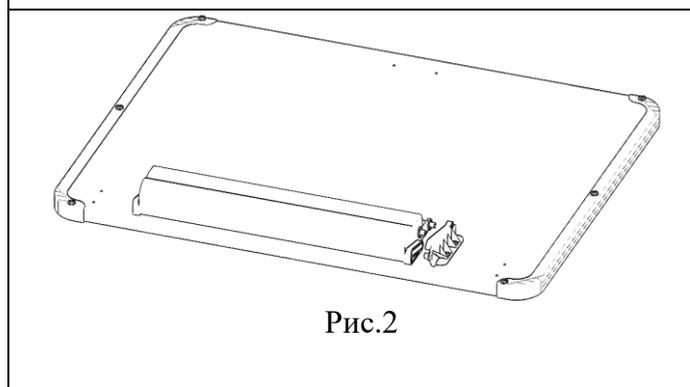

Рис.2
5.1.2. К сборке по п.5.1.1. установить ОКП.05.001. Лоток (поз.1, пакет № 147), см.рис.2 и 2а.
Рис.2а